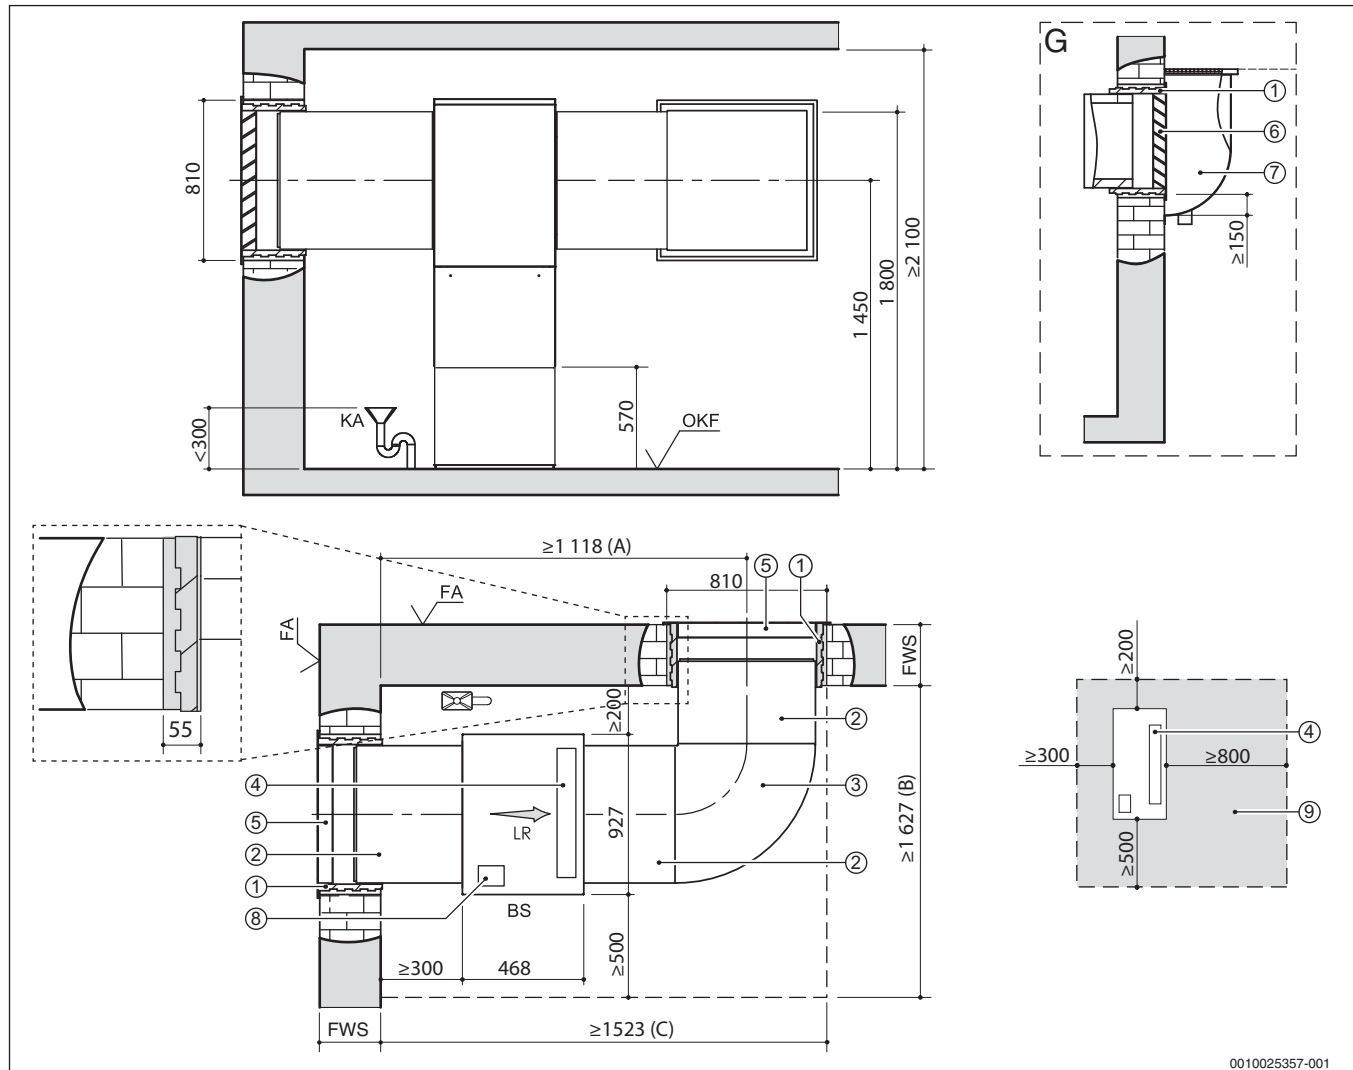

Bild 16 Aufstellplan für WLW196i-6/8 IR mit dem Luftkanalsystem 700 (alle Maße in mm)
- Im Aufstellraum muss ein Kondensatablauf vorhanden sein. Die Höhe des Anschlusses ist in den Aufstellplänen eingetragen (→ Bild 16, Seite 8 und Bild, Seite 9).
- 1450 mm für Wärmepumpen mit 6/8 kW (→ Bild 16, Seite 8)
- 1350 mm für Wärmepumpen mit 11/14 kW (→ Bild 16, Seite 9)
Legende für Bild 16 + Bild 17: